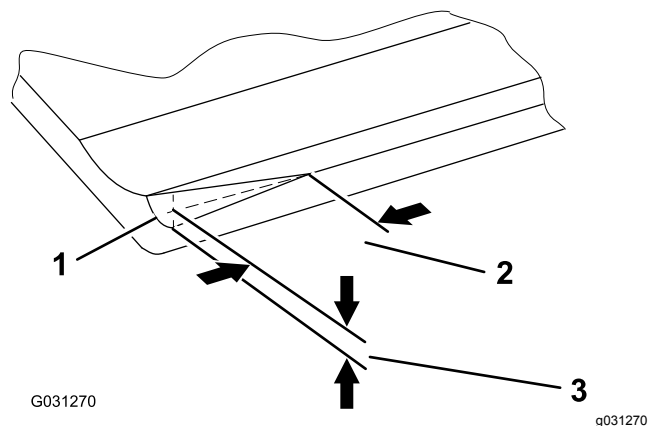

Figura 11
**Nota:** Com o tempo, tem de amolar o ângulo (Figura 11), uma vez que só foi concebido para durar 40% da duração da lâmina.